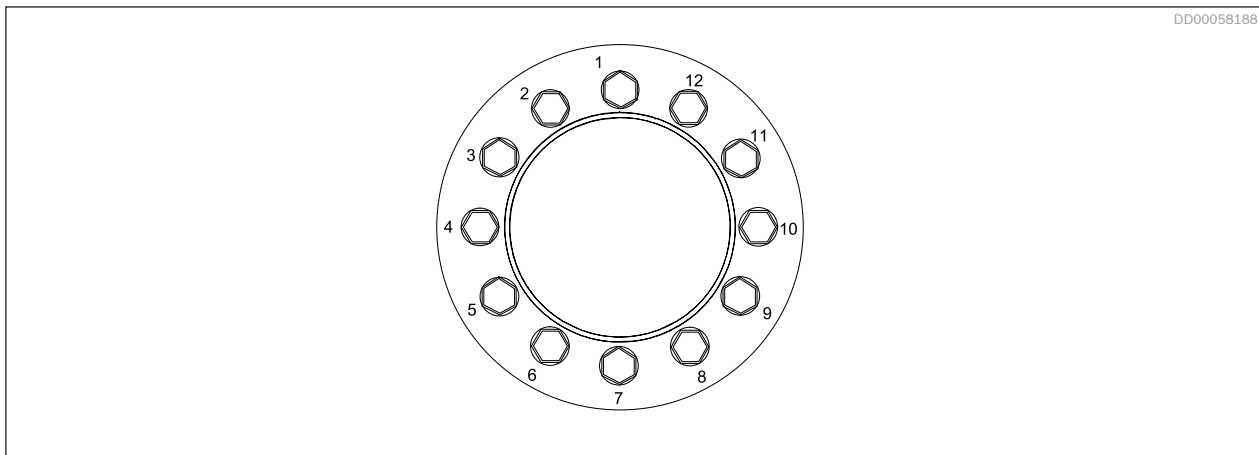

Fig. 45: Orden en que se debe apretar
5. Ajuste el torquímetro a un máx. de 1/3 del máximo par especificado para los tornillos de acoplamiento, apriete todos los pernos siguiendo la secuencia que se muestra en *Fig. 45*, para 2 o 3 vueltas. Aumente el par a un máx. de 2/3' del par máximo y apriete los pernos otras 2 o 3 vueltas
7. Empezar por apretar los tornillos siguiendo la secuencia mostrada en *Fig. 45*.